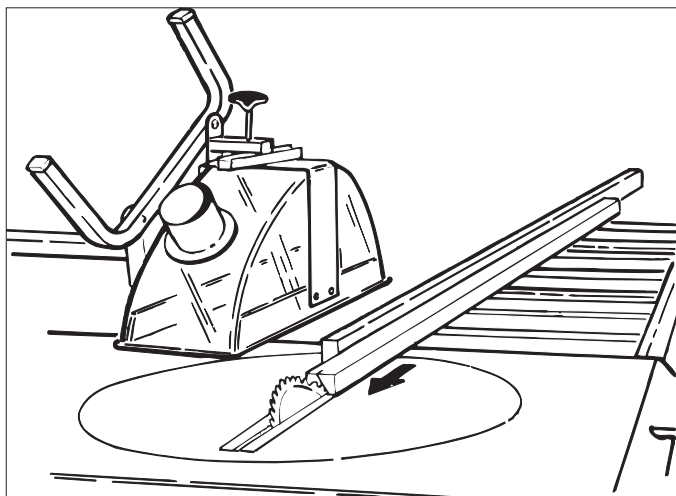

Fig. 18
- Innstilling som for klyving, men sagbladet krenses til ønsket vinkel. Arbeidsoperasjonen utføres som i punkt 5.5. Se fig. 18 og 19.